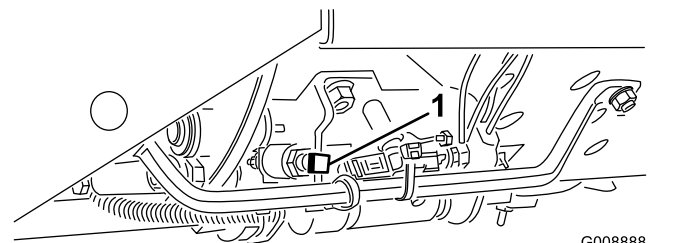

図 22
**重要** 刈り込み速度は、出荷時に 9.7 km/h に調整されています。スピードストップねじで、刈り込み速度の増減ができます 図 22。